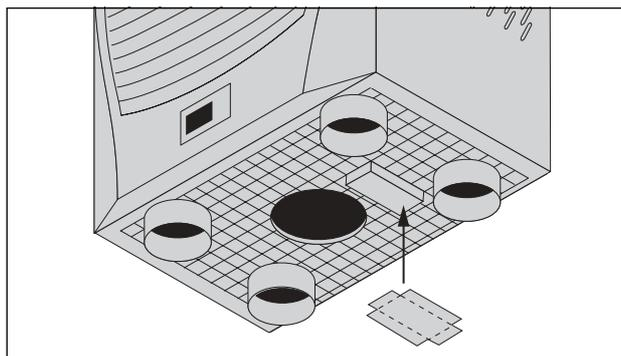

Fig. 8 : Mettre le joint supplémentaire en place sur le bac de condensats
- Coller le joint d'étanchéité supplémentaire par le bas sur le bac de condensats (voir Fig. 8). Plier les bords du joint vers le haut (le long des lignes perforées) et le coller.